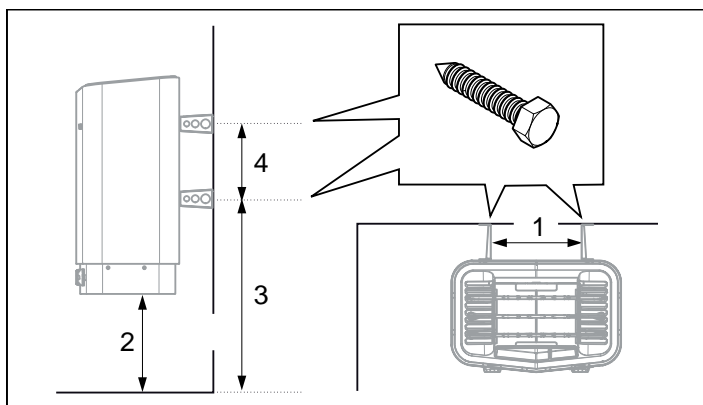

Fig 10: Måttsättning
9. Placera konsolskruvarna enligt måttsättning se Fig 10.